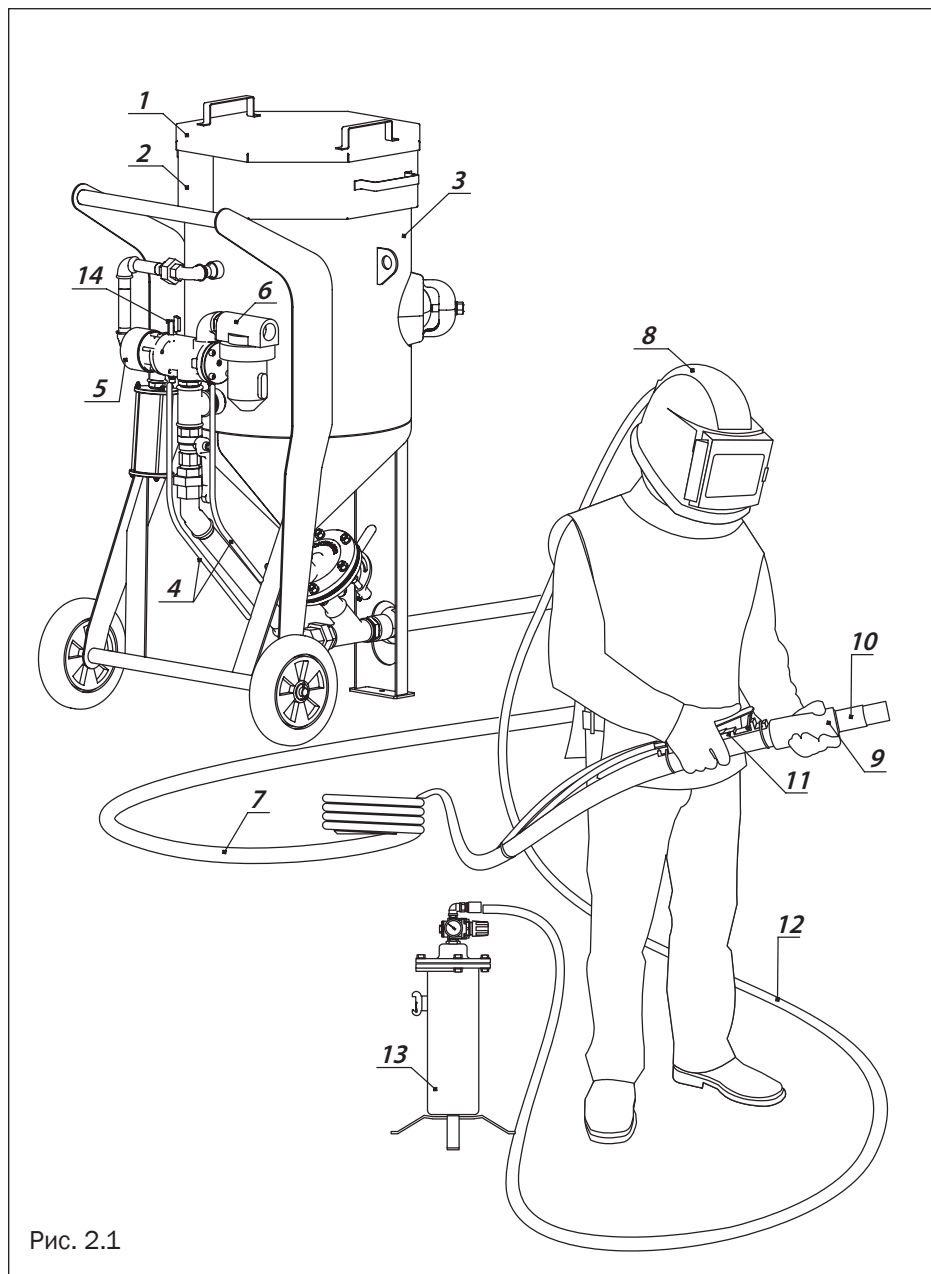

Рис. 2.1
10. Открыть предохранительный шаровый кран 14 (рис. 2.1).
ВО ВРЕМЯ ПЕРЕРЫВА В РАБОТЕ ВСЕГДА ОТКРЫВАЙТЕ ПРЕДОХРАНИТЕЛЬНЫЙ ШАРОВЫЙ КРАН 14 (рис. 2.1) НА ВЕНТИЛЕ ДУ (НАПРОТИВ СИНЕЙ МАГИСТРАЛИ СДВОЕННОГО РУКАВА TWINLINE).